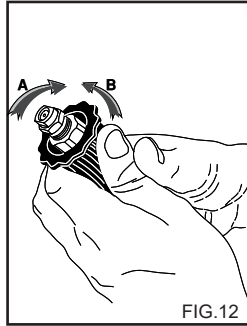

FIG.12
BRUK AV DET REGULERBARE HODET (Fig. 12)
2) Start høytrykksvaskeren, åpne vaskemiddelkranen (hvis den finnes), aktiver kommandoen for oppsuging av vaskemiddel som er plassert på lansen (fig. 12) og sprut på overflaten som skal vaskes, nedenfra og oppover. La virke i noen minutter.